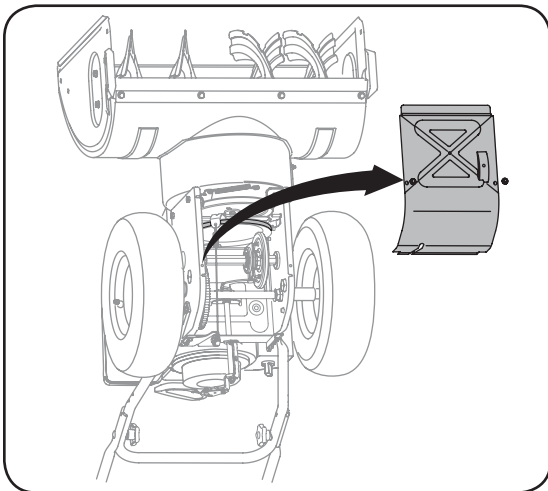

Figure 6-5
1. Basculez doucement la souffreuse vers l'avant pour la faire reposer sur l'habitacle de la tarière. Voir la Figure 6-5.
qui le maintiennent en place. Voir la Figure 6-5.
2. Basculez doucement la souffluse vers l'avant pour la faire reposer sur l'habitacle de la tarière. Voir la Figure 6-5.
2. Basculez doucement la souffluse vers l'avant pour la faire reposer sur l'habillage de la tarière. Démontez le couvre-châssis du dessous de la souffluse en retirant les quatre vis auto-taradeuses qui le maintiennent en place. Voir la Figure 6-5.
1. Basculez la souffluse vers l'avant puis démontez le couvre-châssis du dessous de la souffluse en retirant les vis auto-taraudeuses. Voir la Figure 6-5 à la page 17.